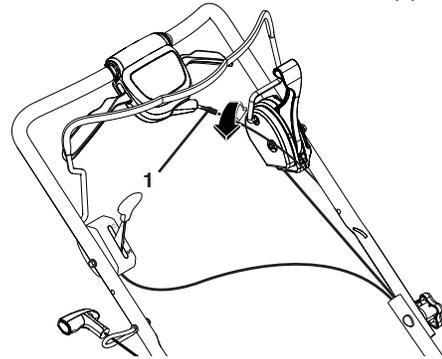

Figure 11
2. Tournez la tourillon pour l'épreuve la vitesse d'entraînement (Figure 11).